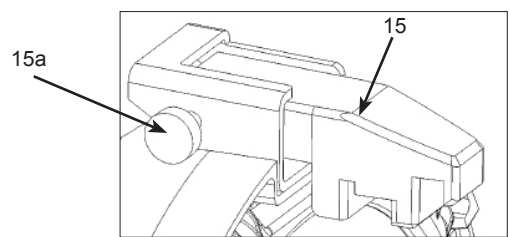

Abb. 5 / figure 5
- Torsicherung (15) durch Drücken des seitlich angebrachten Knopfes (15a, Abb. 5) öffnen.
- Open the top latch (15) by pressing the button at the side (15a/fig.5).